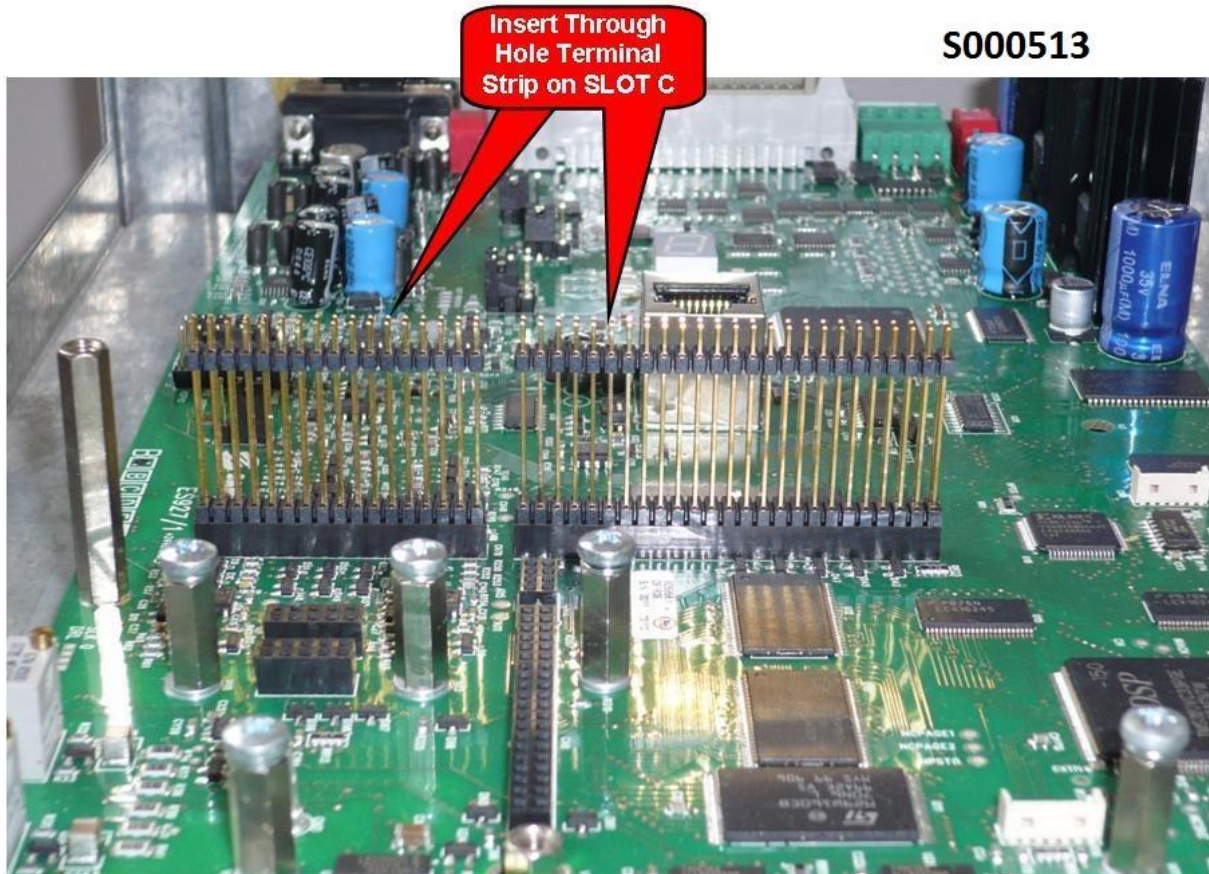

Figura 136: Inserimento pettini nello SLOT C
4. Inserire la scheda nello slot C facendo attenzione ad allineare correttamente i pettini dei contatti con i due connettori dello slot C (CN7A e CN7B): si veda la Figura 136. Se la scheda è correttamente installata si ha l'allineamento tra i quattro fori di fissaggio e le corrispondenti sedi delle viti delle colonnette metalliche di supporto. Dopo aver controllato il corretto allineamento serrare le quattro viti di fissaggio della scheda come mostrato nella Figura 171.